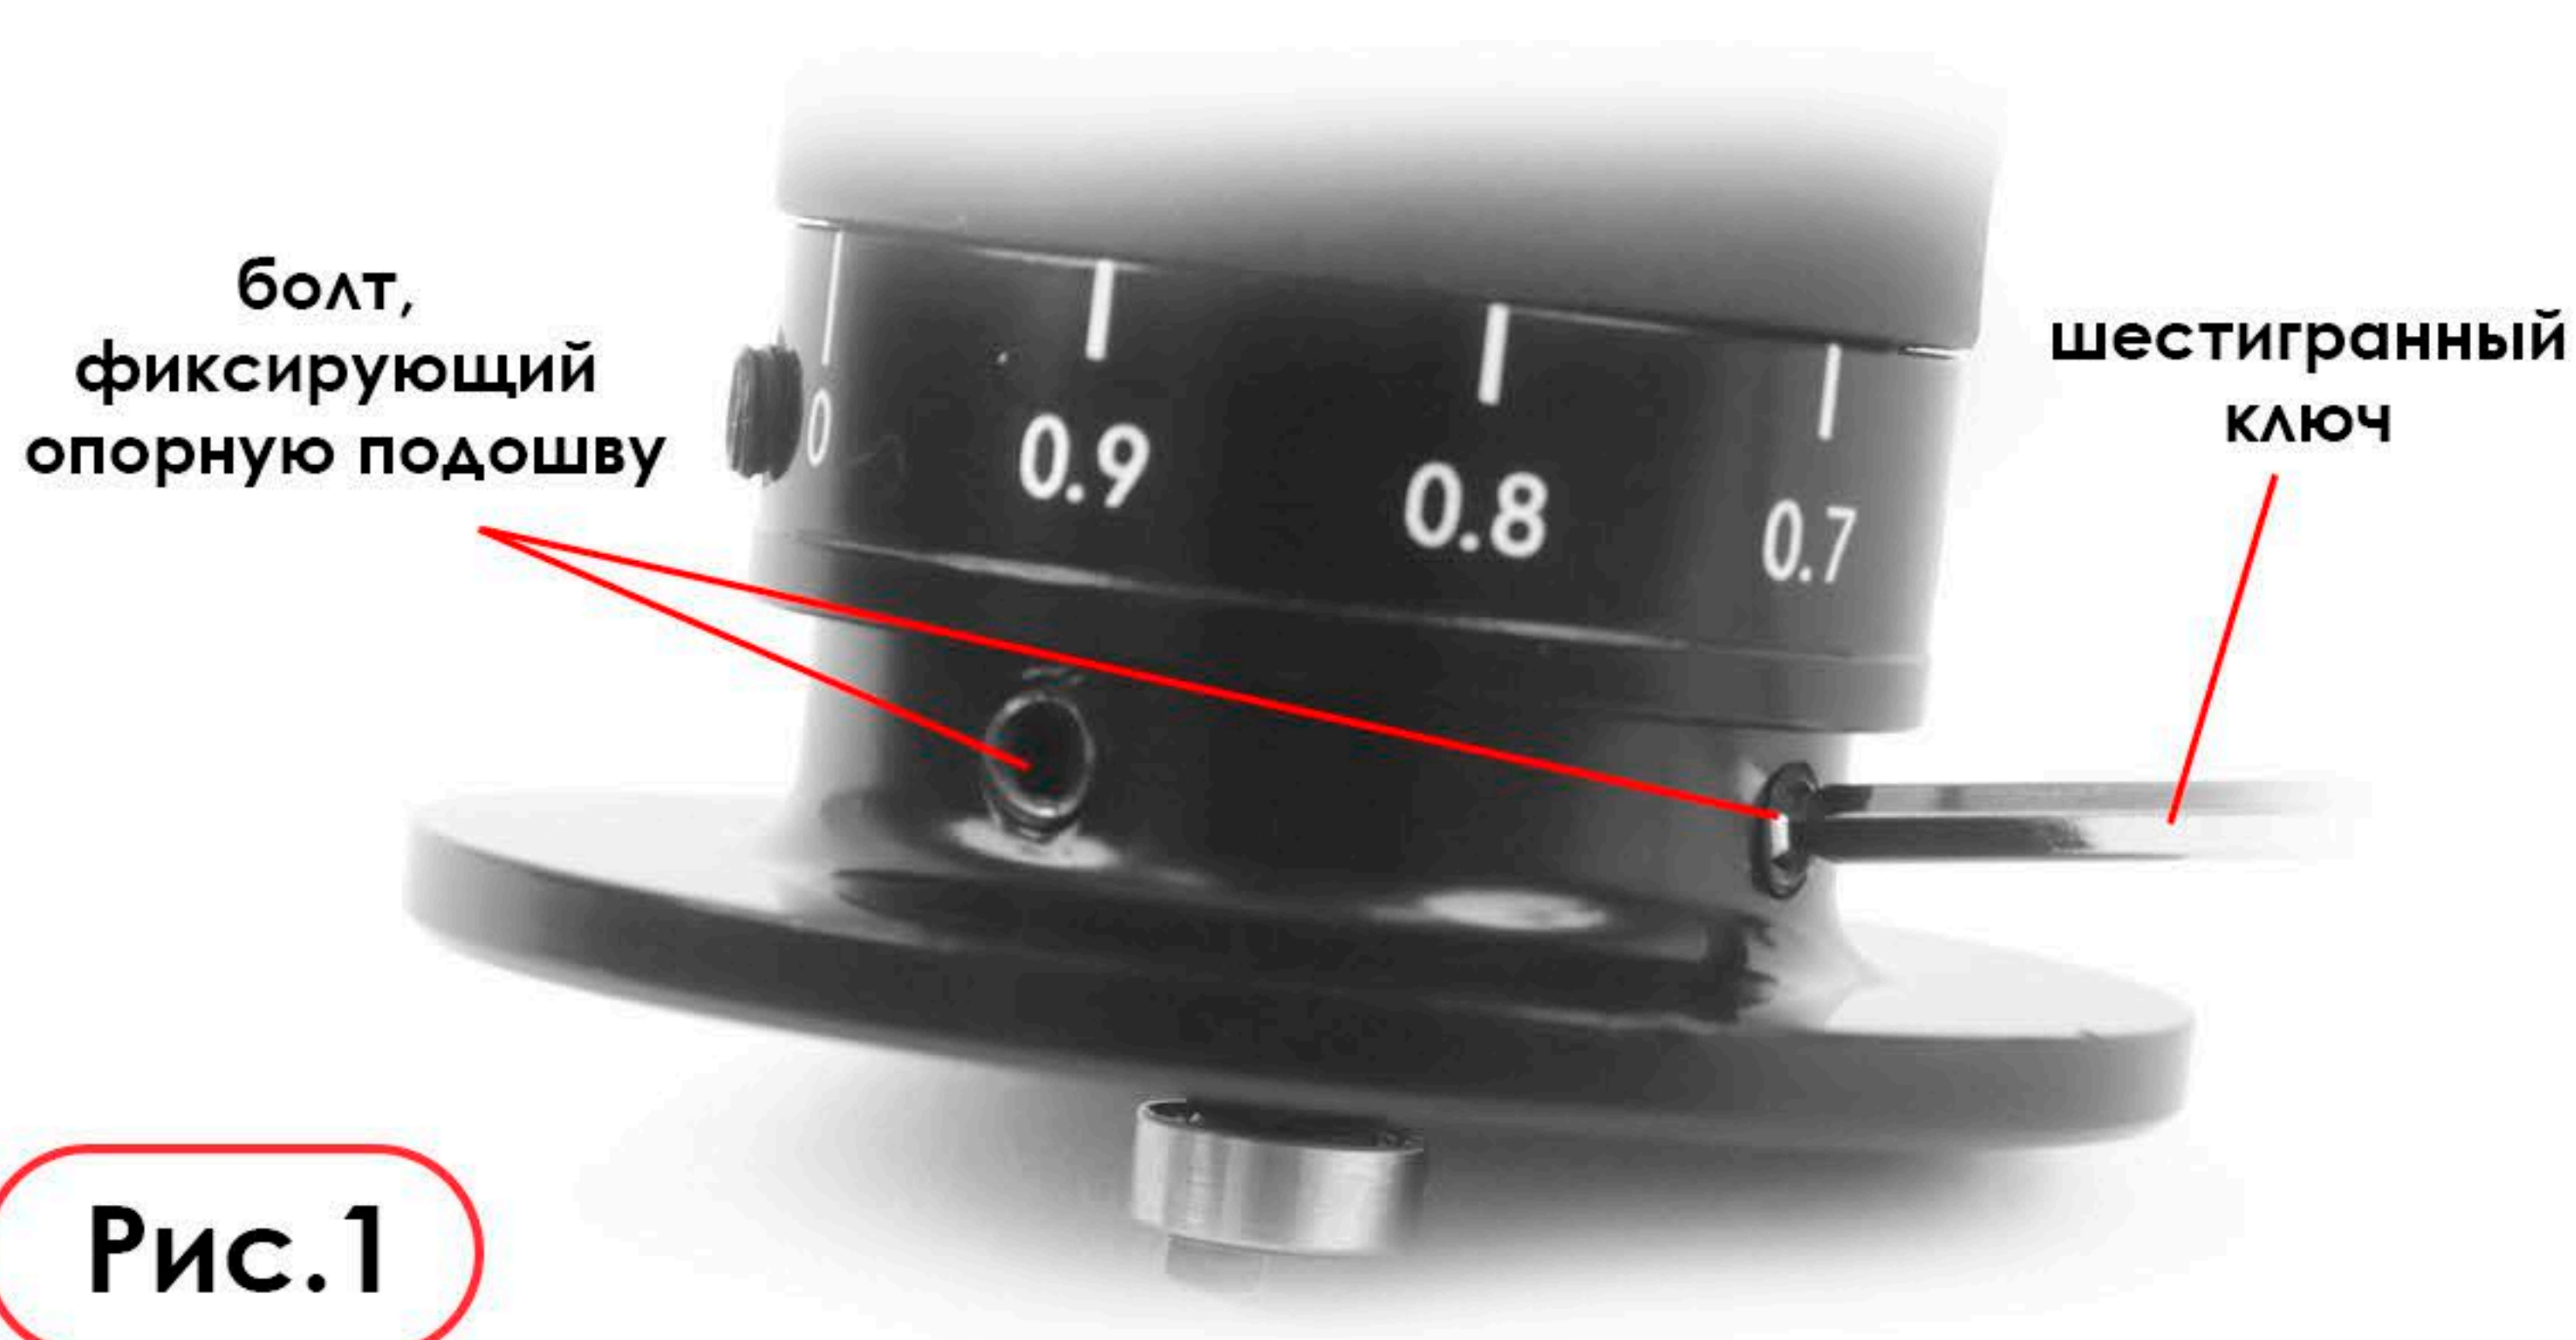

Рис.1
- 1) Ослабьте два болта, фиксирующие опорную подошву, с помощью шестигранного ключа (Рис.1);
Для того, чтобы настроить глубину снимаемой фаски, ослабьте болты опорной подошвы (Рис. 1) и вращайте опорную подошву пока не будет достигнута желаемая глубина снятия (Рис. 4).